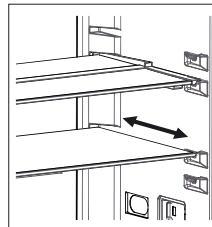

Fig. 1
- Trekk hyllene mot deg for å sette den i opprinnelig posisjon. (Fig. 1)